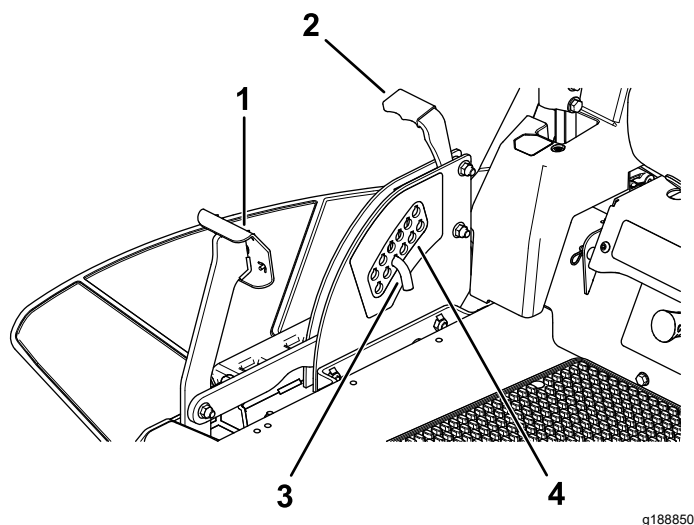

Figura 26
1. Pise el pedal de elevación de la carcasa y eleve la carcasa a la posición de bloqueo de transporte (que es también la posición de altura de corte de 114 mm [4½"]) (Figura 26).
2. Para ajustar la altura de corte, retire el pasador del soporte de altura de corte (Figura 26).
3. Seleccione el taladro del sistema de altura de corte que corresponde a la altura de corte deseada, e inserte el pasador (Figura 26).